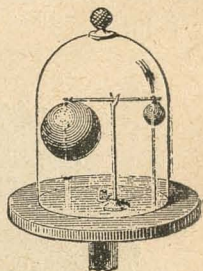

Fig. 70.—Baróscopo
2. **Baróscopo**.—El *baróscopo* (fig. 70) es una especie de balanza cuyo fiel lleva en uno de sus extremos una pequeña masa de plomo, y en el otro una esfera hueca de cobre, de volumen bastante grande. Estos dos cuerpos se equilibran entre sí en el aire; pero si se coloca el aparato debajo del recipiente de la máquina neumática, y si se hace en ésta el vacío, se ve en seguida que la esfera vence á la masa de plomo, lo que prueba que pesa más en dicho momento.